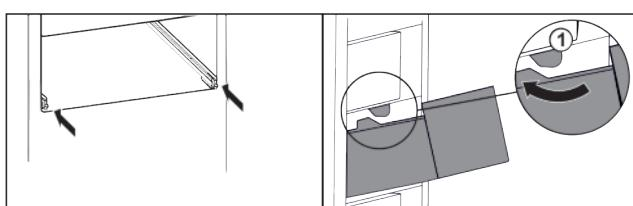

Fig. 43
- Vedte zásuvku podél zarážek Fig. 43 (1).